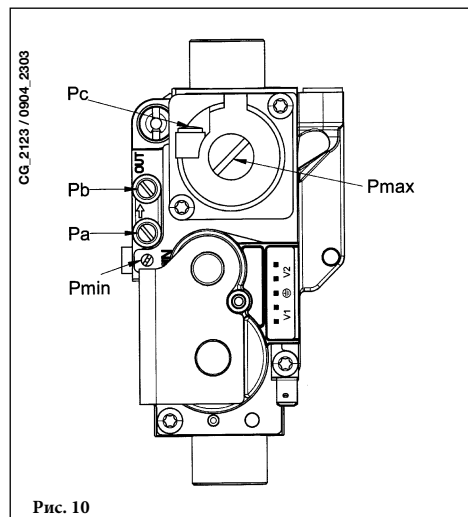

Рис. 10
- Подключите положительный вход дифференциального манометра, предпочтительно жидкостного, к точке измерения давления (Pb) газового клапана (Рисунок 10). Подключите, только для моделей с закрытой камерой, отрицательный вход этого же манометра к специальному тройнику, позволяющему соединить между собой компенсационную точку котла, компенсационную точку газового клапана (Pc) и сам манометр. (Аналогичное измерение можно выполнить, подсоединив манометр к точке измерения давления (Pb) и без передней панели закрытой камеры);
- Отрегулировать винт "Р_{макс}/Р_{мин}" (рисунок 10) до получения величины давления, указанной в Таблице 1.